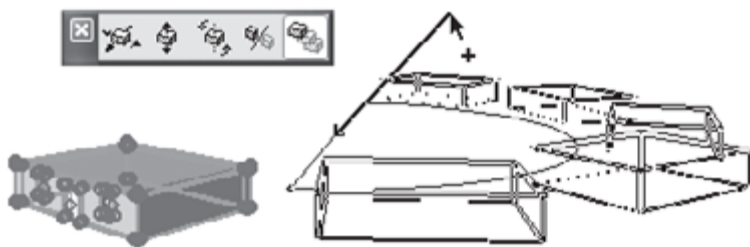

Рис. 8.18. Определение дуги кругового массива
3. Переместите указатель мыши в конечную точку дуги (рис. 8.18).